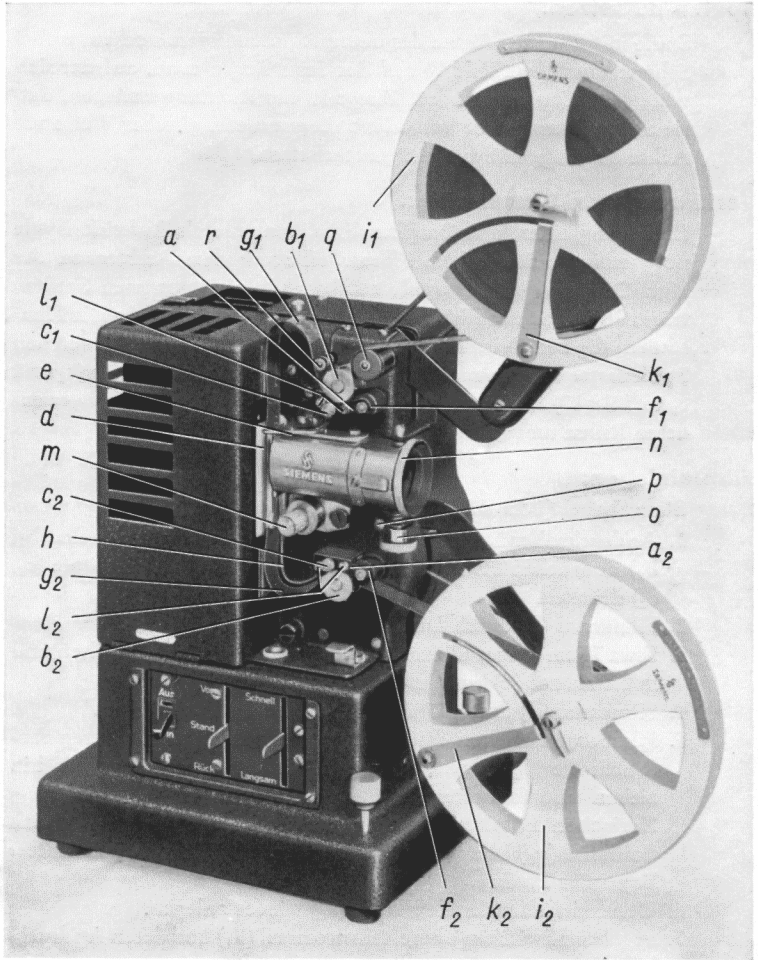
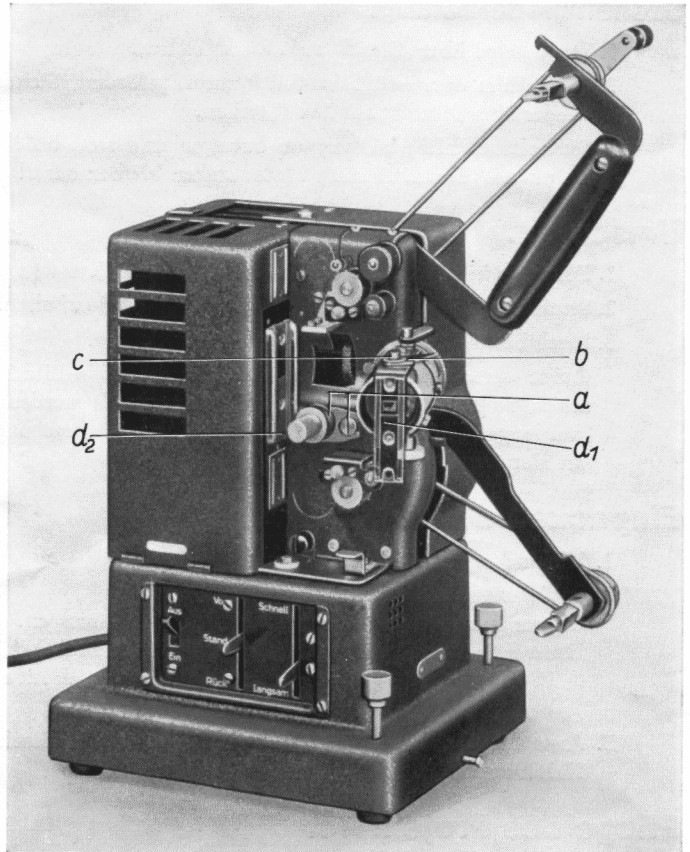

Bild 6. Projektor mit eingelegtem Film.
Bild 9. Projektor mit abgeschwenktem Objektivträger.
1. Andruckrollenhalter ( $a$ ,  $a_2$  in Bild 6) von Zahntrommeln ( $b_1$ ,  $b_2$ ) abdrücken bis zum Einrasten, dabei auf Auslöseknöpfe ( $c_1$ ,  $c_2$ ) drücken.
Fein: Drehen des Rändelrings (n in Bild 6).
Die zwischen zwei aufeinanderfolgenden Filmbildern liegende Trennungslinie, der Bildstrich, durch Drehen an der Bildstricheinstellschraube (o in Bild 6) aus der Bildfläche herausbringen.
2. Bildstrich einstellen, durch Drehen am Greiferknopf (m in Bild 6).
Unterer Spulenträger: Auf Auslöseknopf (p in Bild 6) drücken, Spulenträger dabei halten, damit er nicht auf das Gehäuse prallt.
Filmkanal durch Umlegen des Hebels (e in Bild 6 und b in Bild 9) öffnen und den Objektivträger niederdrücken, bis Stift (c in Bild 9) von der Bohrung am Projektor frei ist und Objektiv ausschwenken.
Nach etwa 8 Betriebsstunden durch rote Marken gekennzeichnete 13 Ölstellen (a in Bild 9, 10 und 11) mit Autowinteröl ölen.